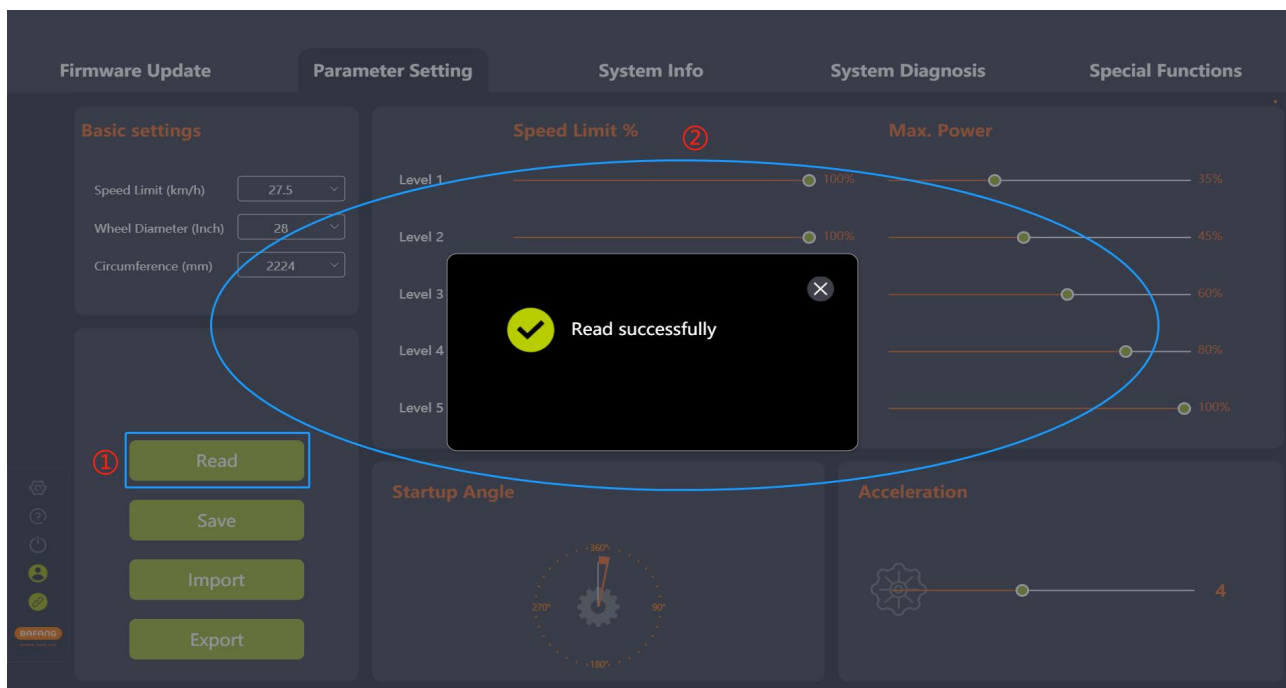

图 5-4 读取
- (1) 确认 BESST 工具箱和控制器正常连接，点击“读取”；
- (2) 界面中各个参数将会以数字和滑动条形式展现（如图 5-4）。